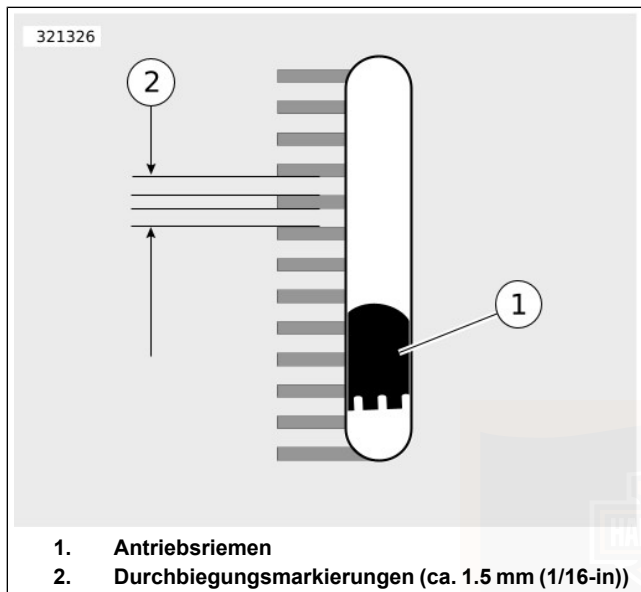

Abbildung 49. Sichtfenster der Riemendurchbiegung
b. **Alle anderen Modelle:** Siehe Abbildung 49. Bei stillgehaltenem Messgerät Riemendurchbiegung (4) messen.